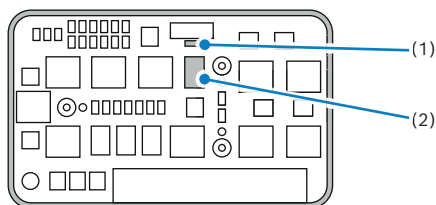

Figure 6
23. Installer le relais (2) et le fusible (1) (figure 6).